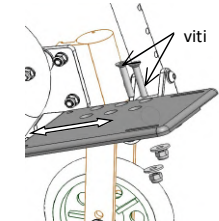

fig. 10.2: Regolazione profondità
- **Regolazione profondità del poggiapiedi (fig. 10.2):**